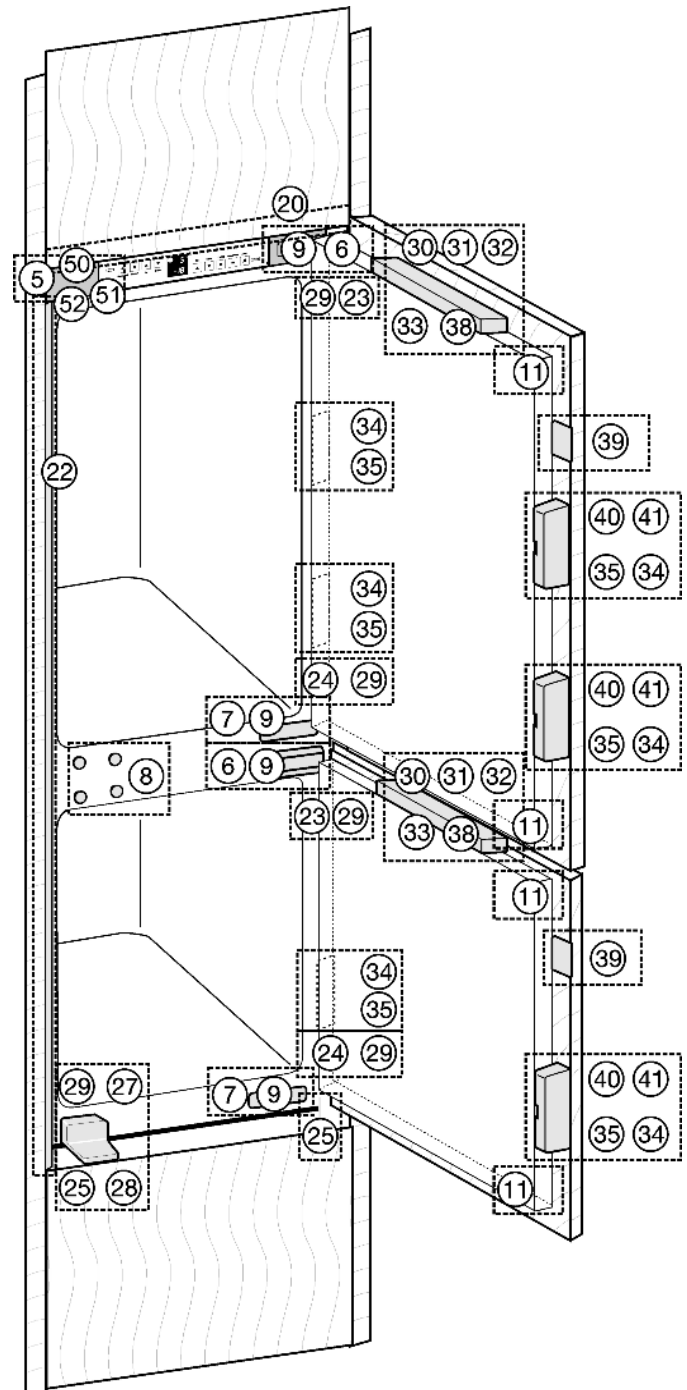

Fig. 10
- ▶ Retire las piezas de cubierta Fig. 10 (5,6,7).
- ▶ Sujete la pieza distanciadora Fig. 14 (23) en las bisagras superiores y la pieza distanciadora Fig. 10 (24) en las bisagras inferiores.